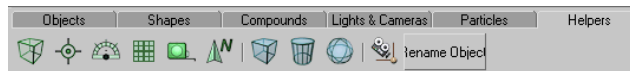

Abbildung 1.1: Position des „Rename Objects“ Tools in der Toolbar.
4. Mit der Maus per `Drag and Drop` `Rename Objects` nehmen und auf die dahinter liegende `Toolbar` fallen lassen (siehe Abbildung 1.1).